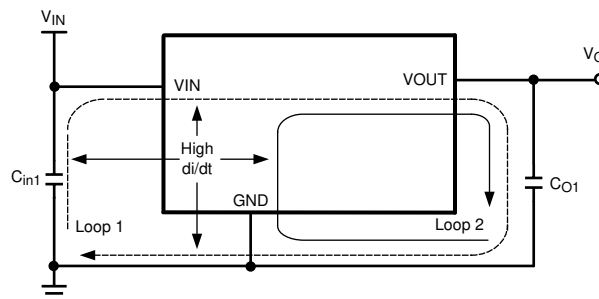

図 7-7. 最小化する重要な電流ループ
EMI 低減の観点から、図 7-7 に示すように、PCB レイアウト中に高  $di/dt$  パスを最小限に抑えることが不可欠です。オーバーラップしない大電流ループには高  $di/dt$  成分が含まれたため、入力コンデンサ ( $C_{IN1}$ ) を LMZ22005 から離れた場所に配置した場合に、出力ピンに観測可能な高周波ノイズが発生します。そのため、 $C_{IN1}$  は、LMZ22005 の VIN と PGND の露出パッドにできるだけ近づけて配置します。これにより、高  $di/dt$  の面積が最小化され、放射 EMI が低減されます。入力コンデンサと出力コンデンサのグランド接続はいずれも、PGND 露出パッド (EP) に接続される局所的な最上面プレーンで構成される必要があります。